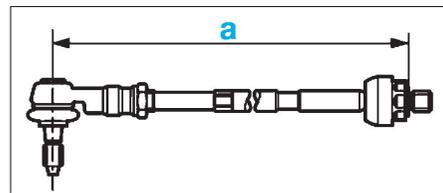

FIG. 12
- assembler la biellette et la rotule en respectant la cote prescrite (a) (371 ± 1 mm) (Fig.12).